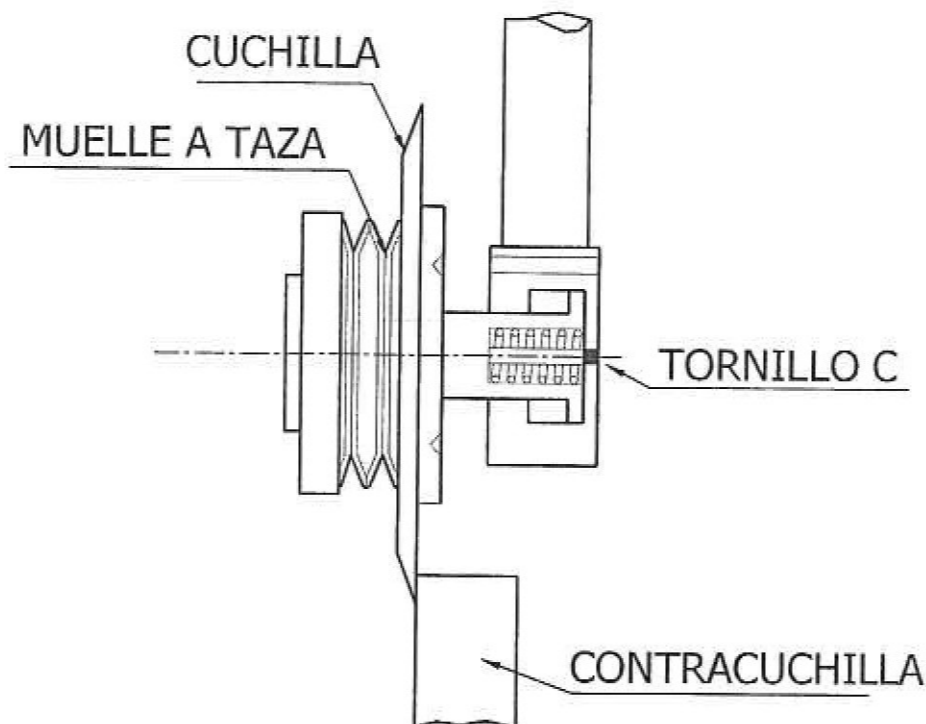

Fig. 13
Se realiza para obtener un recorrido de aproximación de la cuchilla a la contracuchilla con una cierta presión para carga de los muelles de oscilación de la cuchilla (Fig. 13).
El recorrido horizontal se regula accionando sobre el tornillo V situado en posición opuesta a la cuchilla (Fig. 13) cuando el portacuchillas esta bajado.
A) Aflojar el tornillo V (Fig. 13) hasta verificar el contacto de la cuchilla con la contracuchilla.
NOTA: para que haya un corte óptimo no es suficiente que haya contacto, sino que es necesaria una fuerza lateral (Fig. 13).
ATENCION: los muelles (colocados entre cuchilla y guía) se deben montar de nuevo simétricamente (especularmente) según se indica en la Fig. 13.
ATENCIÓN: Los muelles se deben volver a montar según se indica en la Fig. 13.